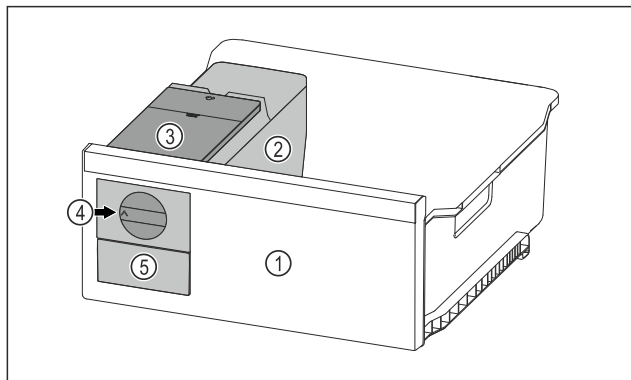

Fig. 77 Príklad zobrazenia
- Otočný gombík Fig. 77 (4) otočte v smere hodinových ručičiek až na doraz.
- Kocky ľadu vypadávajú z misky na kocky ľadu do zásuvky na kocky ľadu Fig. 77 (5).